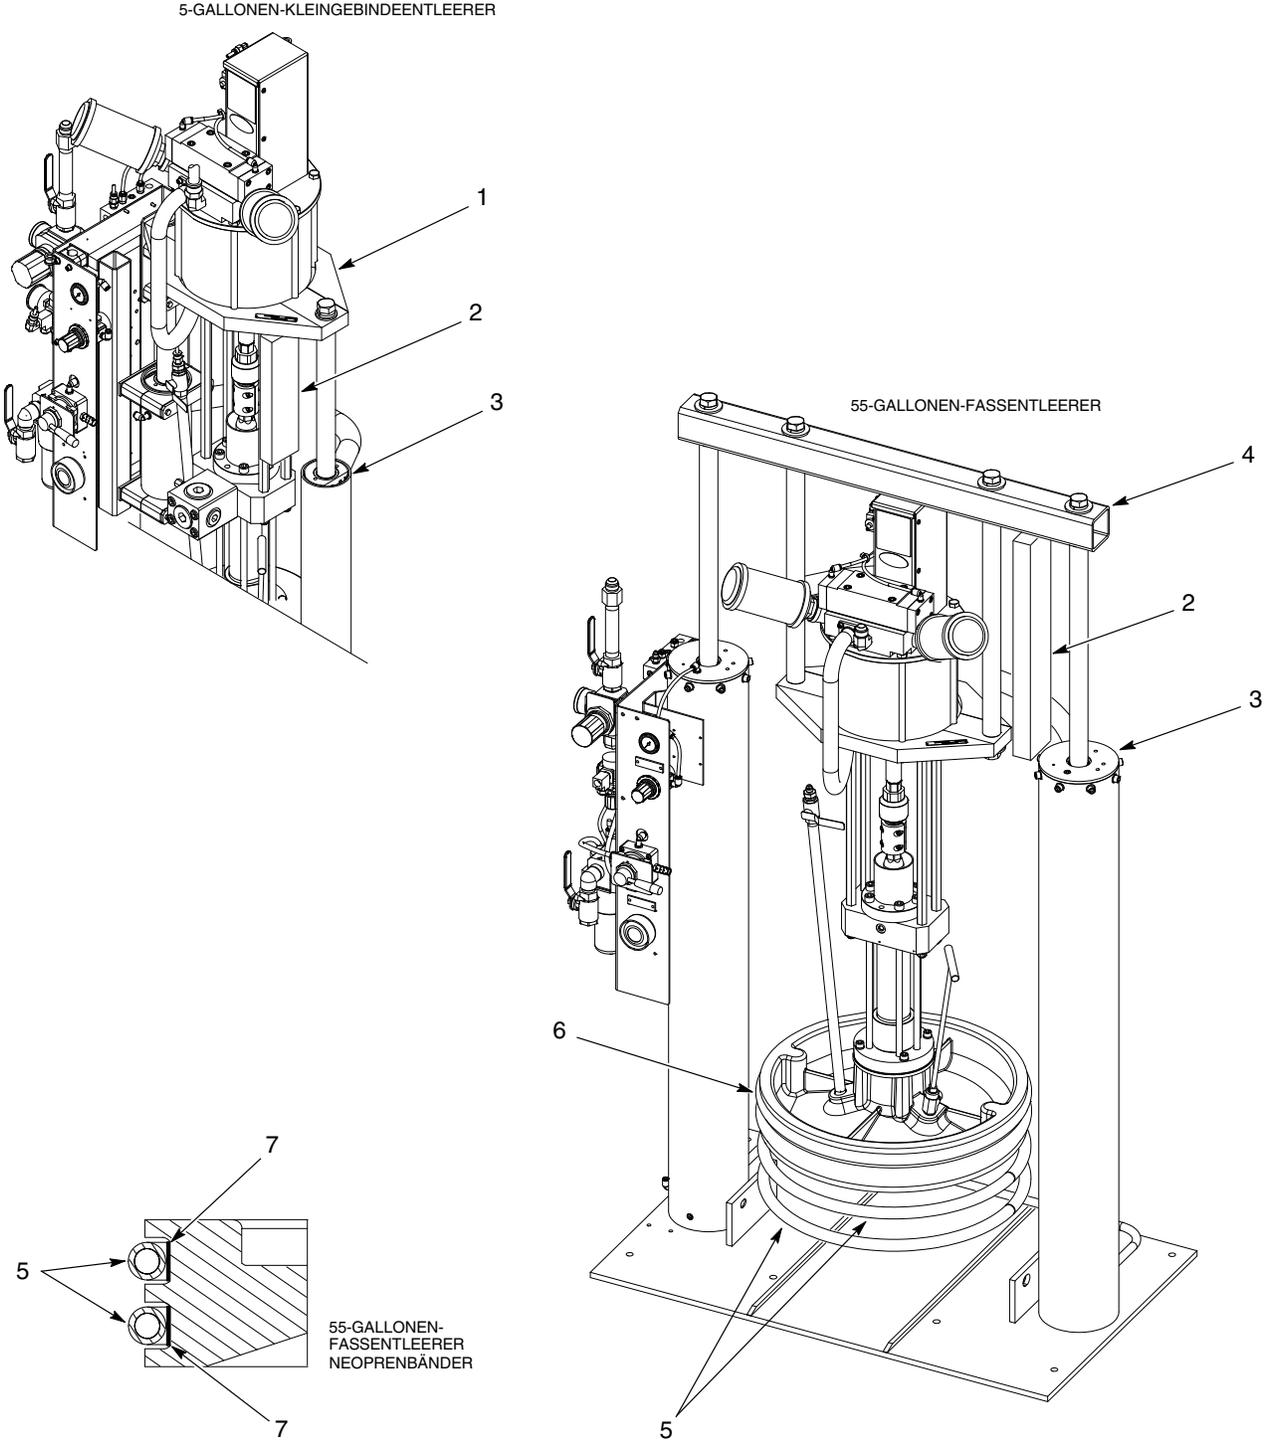

Abb. 2 Dichtungen ersetzen
2. Siehe Abb. 2. Die Trägerblöcke (2) einsetzen: